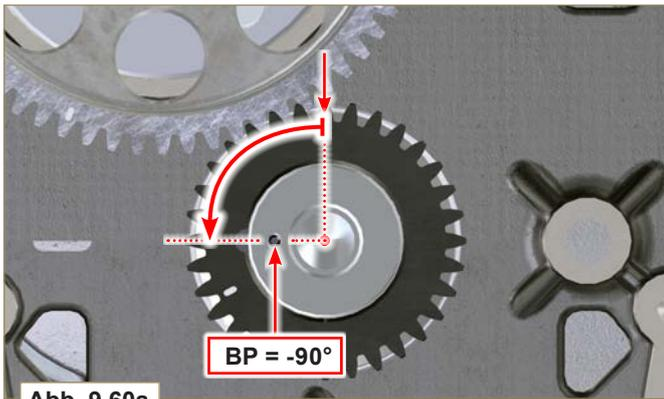

Abb. 9.60a
- Sicherstellen, dass sich die Kolben in der Mitte zwischen OT und UT befinden. Die Kurbelwelle um 90° im Gegenurzeigersinn drehen, im Vergleich zum OT des 1. Zylinders. Dabei den Stecker **BP** der Kurbelwelle so positionieren, wie in **Abb. 9.60a** gezeigt. Wenn die Losscheibe auf der Kurbelwelle und das Verteilergehäuse entfernt wurden, die Kurbelwelle drehen, dabei das Bezugszeichen **BQ** auf dem Spindelgeber am Drehzahlsensor positionieren, wie in **Abb. 9.60b** gezeigt.